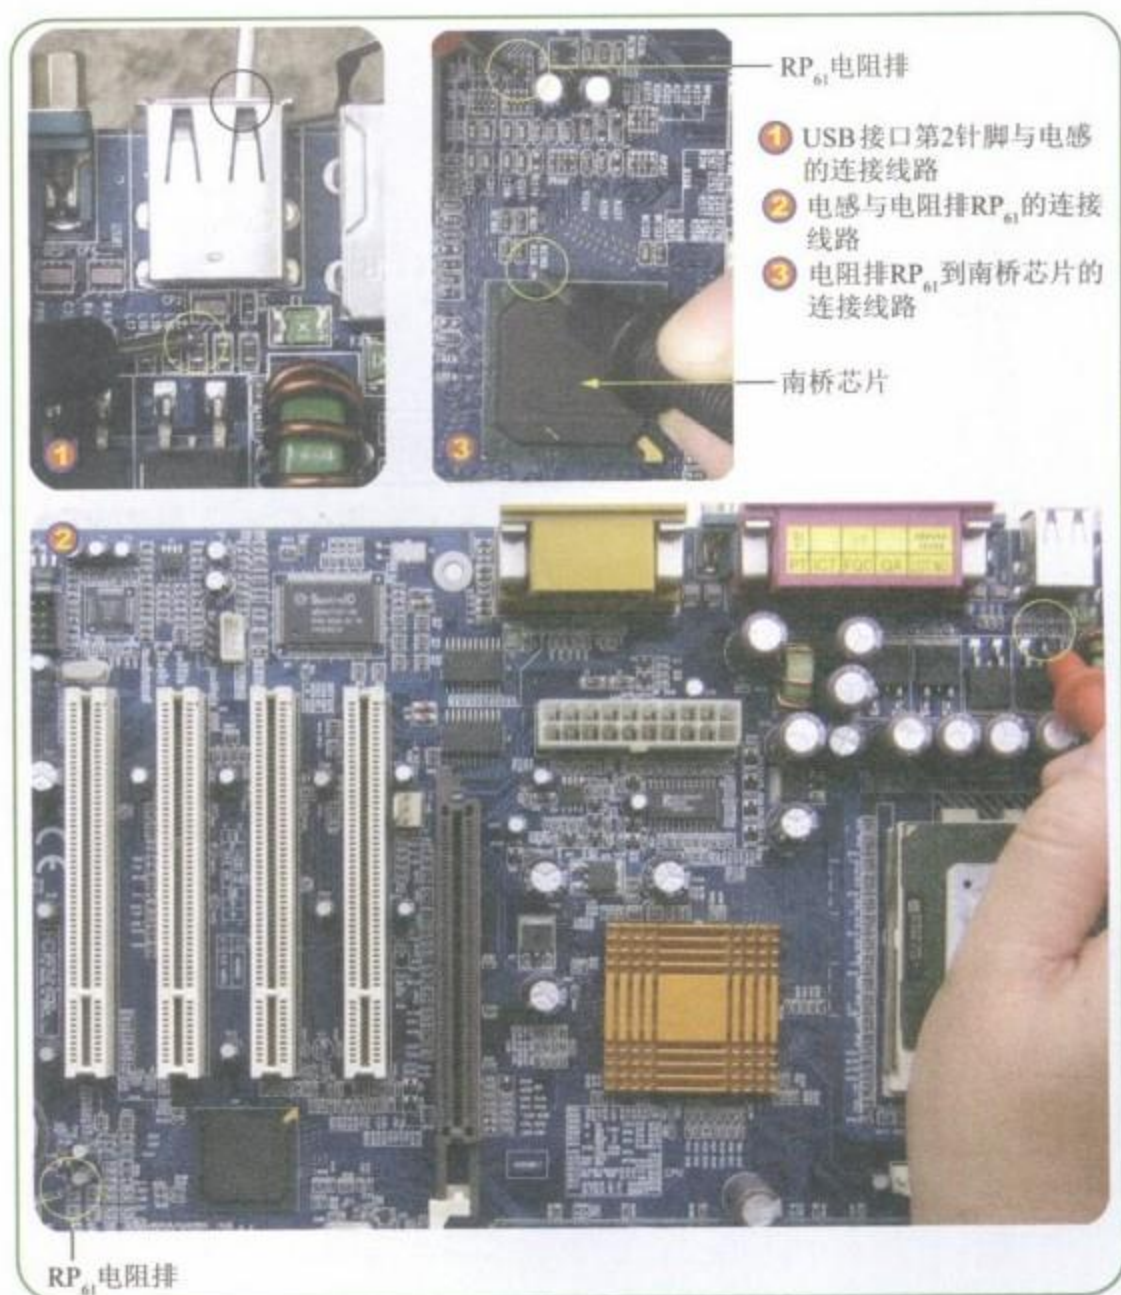

图5-48 测量USB接口插座第2针脚的连接线路
Step 03 测量USB接口插座第2针脚经过电感、电阻排连接到南桥的线路，如图5-48所示。